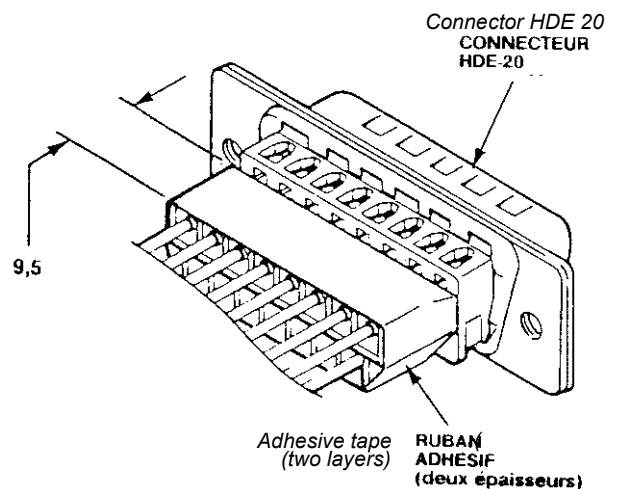

Figure 3
4. Si le connecteur HDE-20 est utilisé, il faut se procurer du Scotch\* 3M n° 44 (ou équivalent fourni par le client) d'une largeur de 3/8", et entourer les contacts terminés de deux épaisseurs, comme sur la figure 3.
4. If the HDE-20 connector is used, the connector must be covered by two layers of adhesive tape Scotch 3M n° 44, width 9,52 mm, as shown on fig. 3.